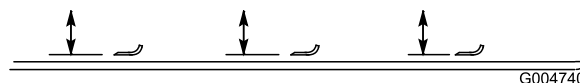

Figura 83
2. Rode a lâmina até que a extremidade fique virada para a frente e para trás e meça entre o interior da plataforma do cortador e a parte cortante na zona dianteira da lâmina (Figura 83).